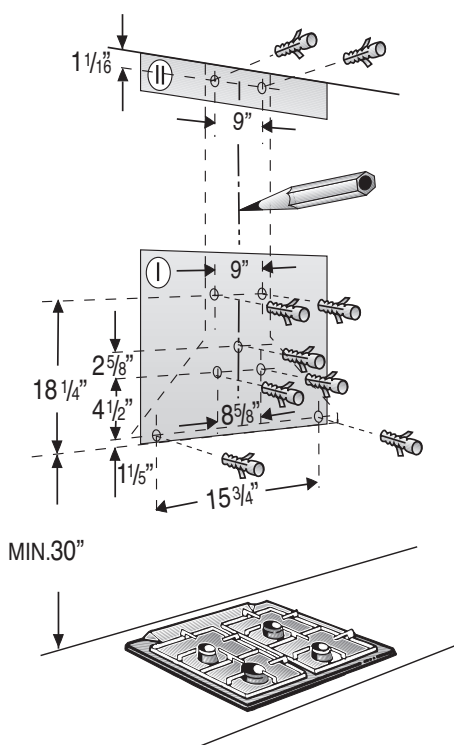

Fig. 5
4. Montar y fijar con tornillo las escuadras de soporte para el revestimiento de la chimenea en posición superior e inferior. (Fig. 5).
5. Usar el tornillo central (sin arandela) como ayuda de montaje para la sujeción de la campana extractora, enroscándolo en el taco hasta unos $\frac{1}{4}$ " de profundidad. (Fig. 5).
7. Enganchar el cuerpo de la campana extractora en el tornillo de sujeción preparado. (Fig. 5).